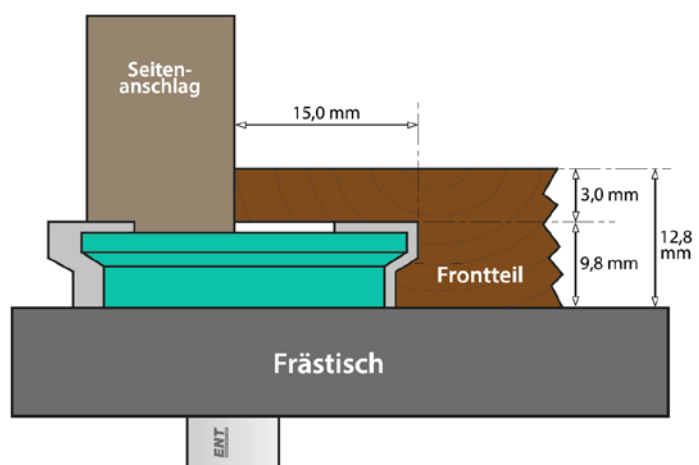

Abbildung 2: Frontteil fräsen
- Die **Einstellhöhe** des Fräasers von der Oberkante der Schneide bis zum Frästisch beträgt **9,8** Millimeter. (Abb. 2).